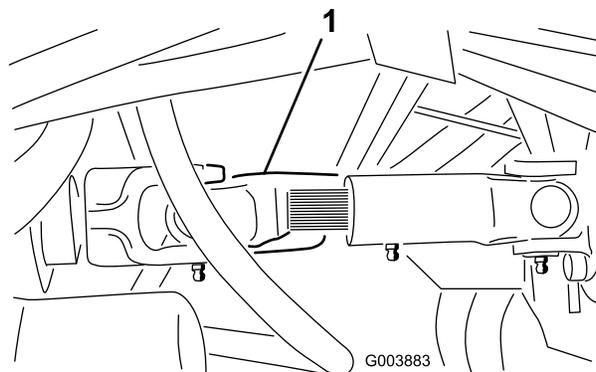

Figure 35
2. Desserrez les boulons qui fixent l'arbre d'entraînement à la transmission (Figure 35).
- Après avoir remorqué la machine, reposez l'arbre de transmission comme indiqué à la Figure 35. Les cannelures sont conçues pour ne permettre l'assemblage que lorsque les deux moitiés de l'arbre sont correctement orientées.